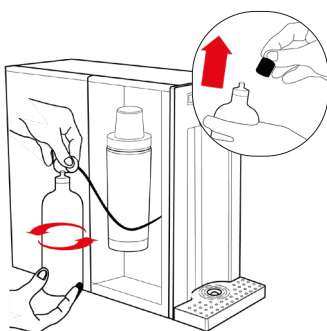

Fig. 4-14
22.3 – Prendere la nuova bombola CO₂, rimuovere il sigillo e il tappo di protezione della valvola e accoppiare il filetto femmina del riduttore con il filetto maschio della valvola della bombola, ruotandola da sinistra verso destra. Tenendo fermo il riduttore con una mano ruotare la bombola con l'altra mano fino a che le due parti risultano essere completamente avvitate. **Tenere la bombola verticale con la valvola rivolta verso l'alto, Fig. 4-14.** Serrare ulteriormente a mano bombola e riduttore applicando una leggera forza, l'eventuale sfiato di una piccola quantità di gas durante la fase finale del serraggio è da considerarsi normale.